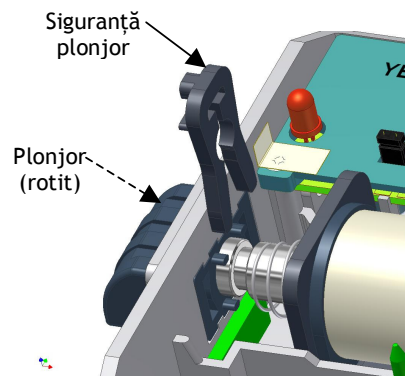

Fig. 4.3
5. Se comprimă arcul spre electromagnet, astfel încât să permită introducerea siguranței pe locul practicat pe tija plonjorului; siguranța clipsează în locaș (vezi **Fig. 4.3**).